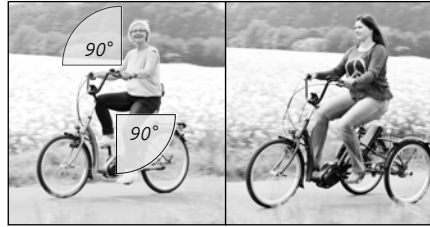

Abb.:3
- Wenn ein Pedal oben steht, betragen der Kniewinkel des oberen Beins und der Armwinkel 90° . Das untere Bein ist leicht gebeugt (siehe „Abb.:3“; links).
- Wenn ein Pedal vorne steht, befindet sich das Knie über der Achse des vorderen Pedals (siehe „Abb.:3“; rechts).